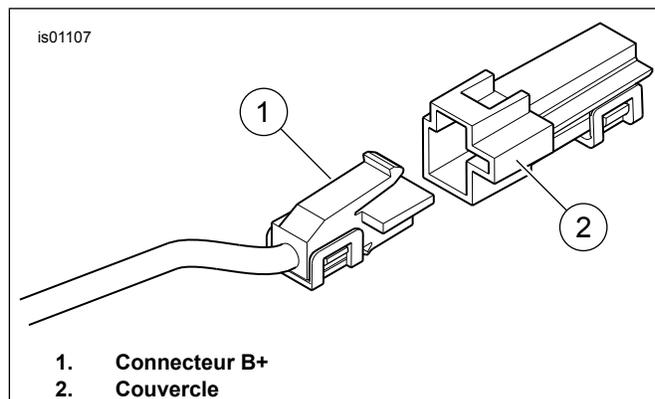

Figure 5. Connecteur B+
- Consultez Figure 5 . Repérez le connecteur B+ (borne positive de la batterie) (1) sur le faisceau électrique principal sous la selle (un fil rouge avec un connecteur gris inutilisé). Retirez le couvercle (2) du connecteur.